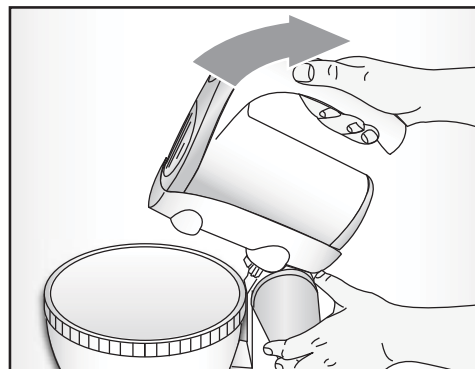

Fig. 4
- Нажать кнопку наклона ручки (Н) и одновременно поднять корпус двигателя (F) за соответствующую рукоятку (Рис. 4).